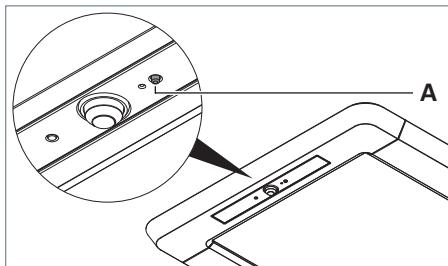
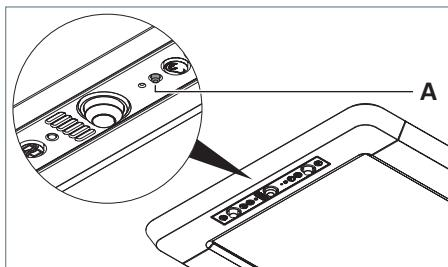

Fig. 33: Effectuer une réinitialisation, modèle R.
Fig. 34: Effectuer une réinitialisation, modèle RX.
- ▶ Appuyez sur la touche **A**, maintenez-la enfoncée et rebranchez le luminaire à l'alimentation électrique, voir Fig. 33 et voir Fig. 34.